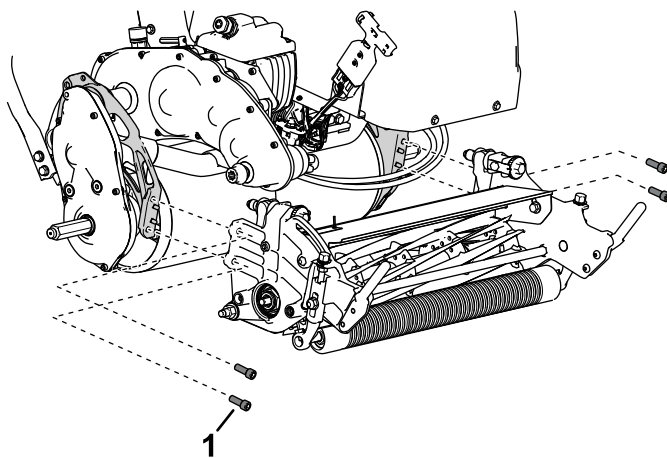

Figure 35
4. Retirez les vis à tête creuse qui fixent l'unité de coupe au cadre (**Figure 35**).